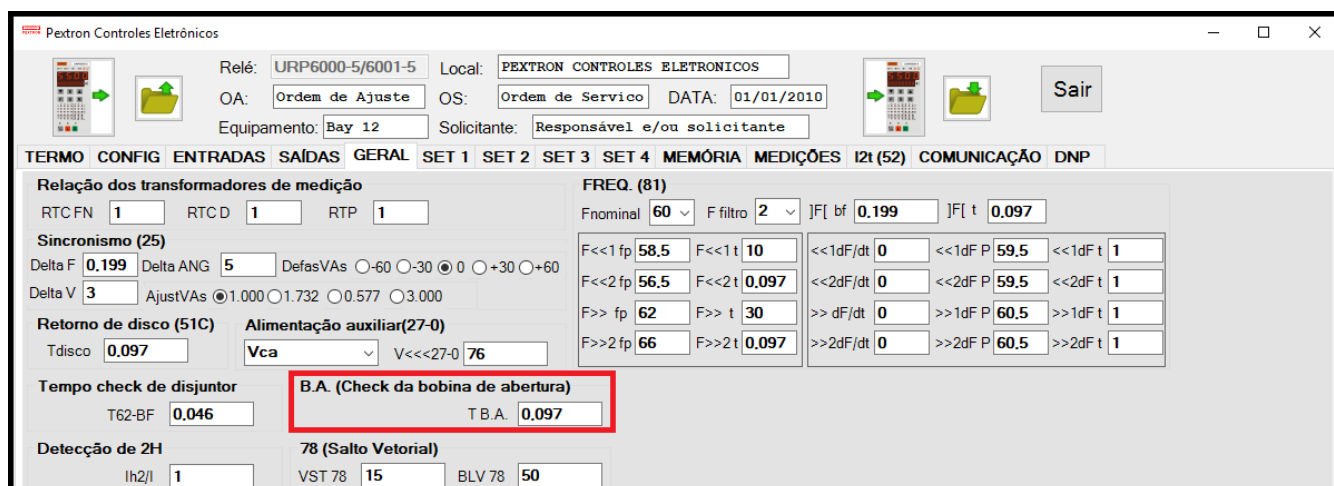

Figura 15.1: Pasta GERAL sinalizado com o parâmetro da unidade de supervisão da bobina de abertura (BA).
A programação do parâmetro é realizada na pasta **GERAL** do programa aplicativo de configuração e leitura do relé. A figura 15.1 sinaliza o parâmetro disponível da unidade de supervisão da bobina de abertura (BA).